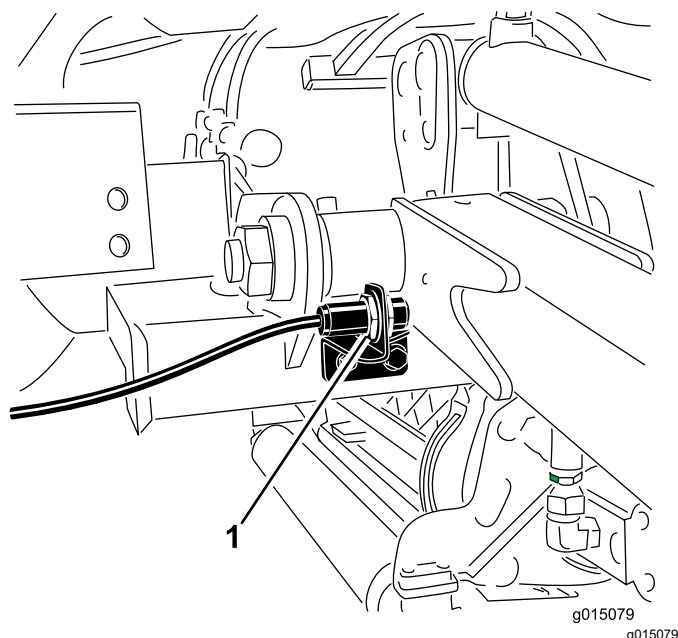

図 41
2. 昇降アームスイッチは、前右昇降アームの裏側にあります 図 41。
3. スイッチの取り付けねじ 図 41 をゆるめ、スイッチの位置を上げると、昇降アームの旋回高さが高くなり、下げると、昇降アームの旋回高さが低くなる。